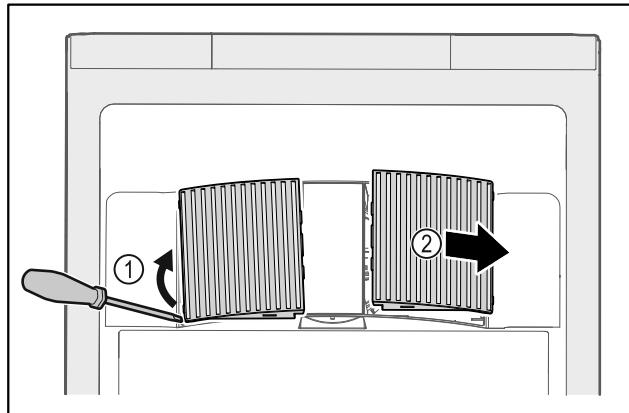

Fig. 34
- Ventilatorabdeckungen vorsichtig von der Seite herausheben Fig. 34 (1) und nach vorne abnehmen Fig. 34 (2).